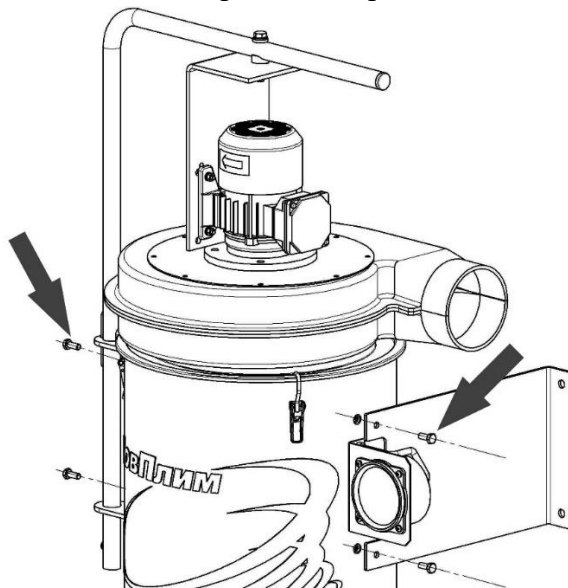

Рисунок 7
- 1) выкрутить болты из корпуса фильтра (рисунок 7);